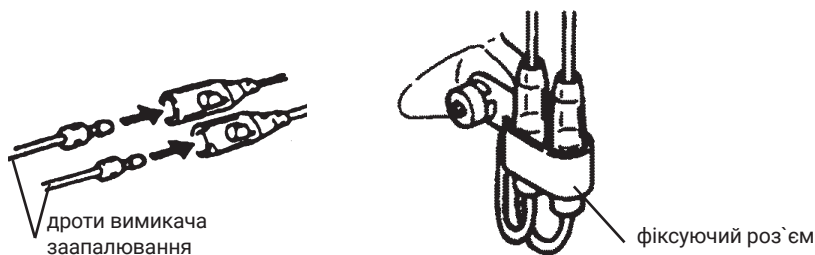

Рисунок 10. Схема під'єднання дротів вимикача зааpalювання.
10.2 Вимикач запалювання має бути виробником під'єднаний проводом до системи запалювання двигуна. Перевірити роз'єми (рис. 10) на наявність стику.